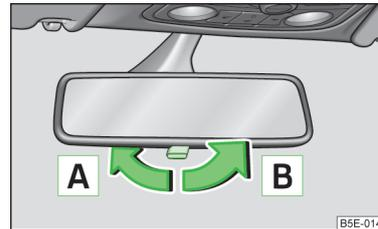

Abb. 43
- Um den Spiegel abzublenden, den Hebel an der Spiegelunterkante in Richtung Frontscheibe einstellen - Pfeil **A** » Abb. 43.